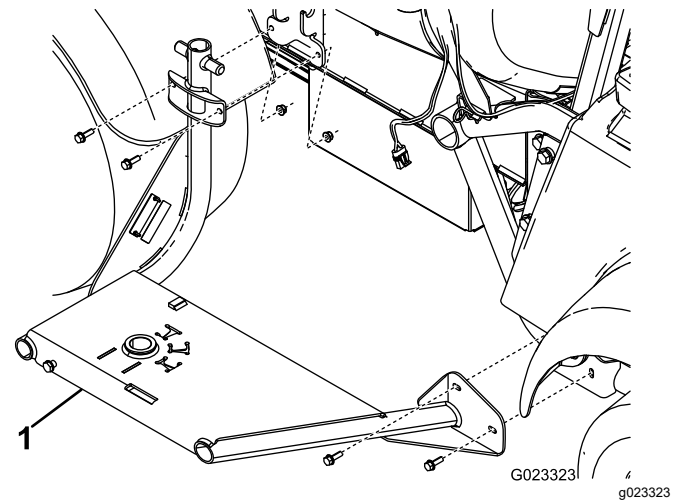

Figura 8
1. Monte el bastidor del carrete de la manguera en el lateral de la máquina con 4 pernos (5/16") y 4 tuercas con arandela prensada (5/16"), según se muestra en Figura 8.